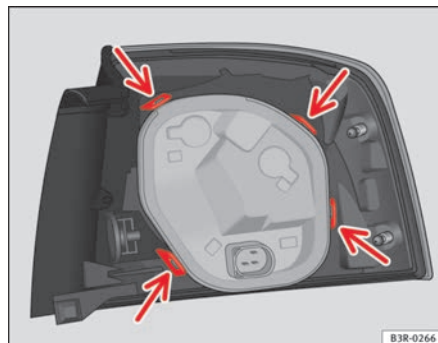

Fig. 223 Fixe o porta-lâmpadas na unidade de luz traseira
- Verifique que as quatro linguetas estejam encaixadas ⇒ fig. 223 -setas-.